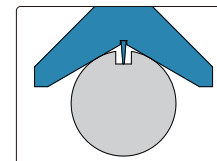

fig.2
---Extienda la punta en la ranura, ajústela adecuadamente para que el marco en forma de V se ajuste completamente al borde cilíndrico (fig. 2), gire ligeramente la pieza de trabajo para encontrar el valor máximo de la lectura del medidor; el valor máximo es la profundidad de la ranura.